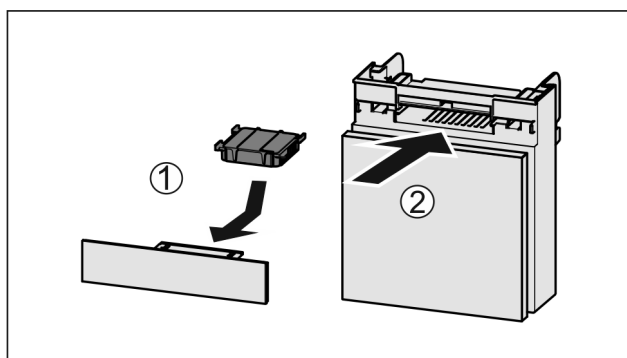

Fig. 128
- Insérer le filtre à charbon actif d'après le schéma Fig. 128 (1).
- Insérer le compartiment Fig. 128 (2).